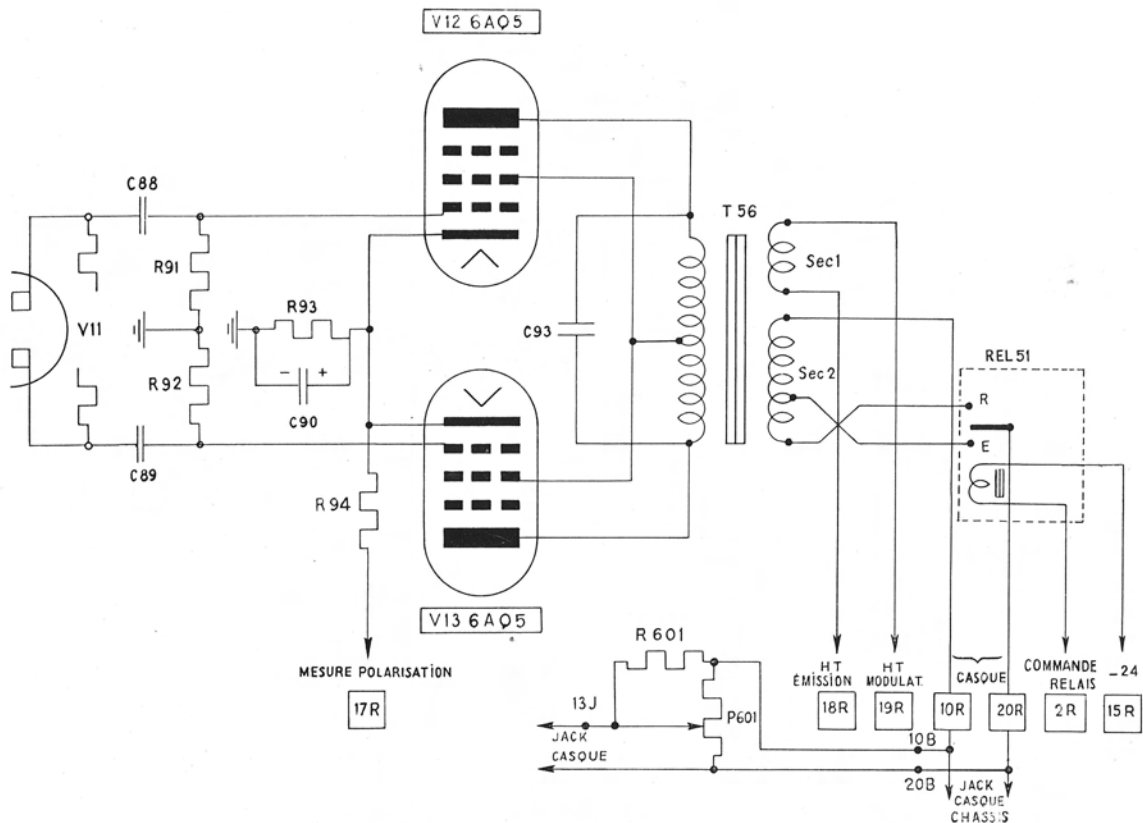

Fig. 14. — Amplificateur BF final.
h) **Amplificateur BF final** (fig. 14).